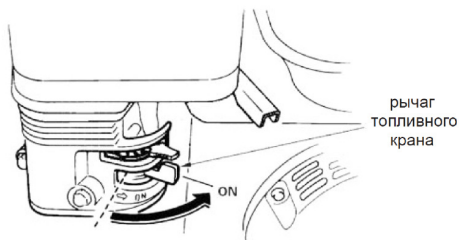

Рис.30
1. Откройте топливный кран, переместив рычаг топливного крана в рабочее положение(ON) Рис.30.